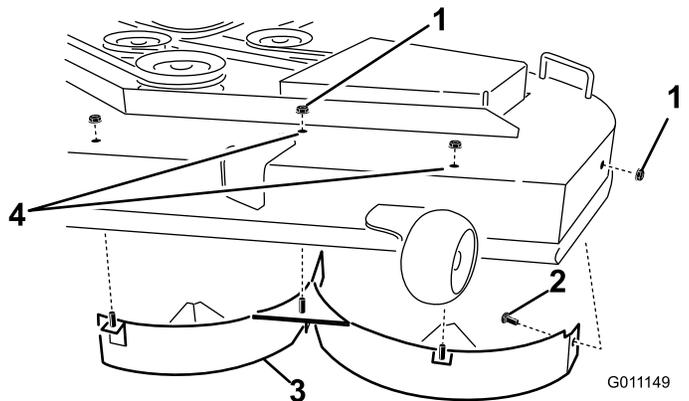

Figure 28
4. Retirez les 2 contre-écrous (5/16 po) fixés aux montants soudés du déflecteur gauche sur le dessus du plateau de coupe, au centre et à gauche du centre (Figure 28).
6. Déposez le déflecteur gauche du plateau de coupe, comme montré à la Figure 28.